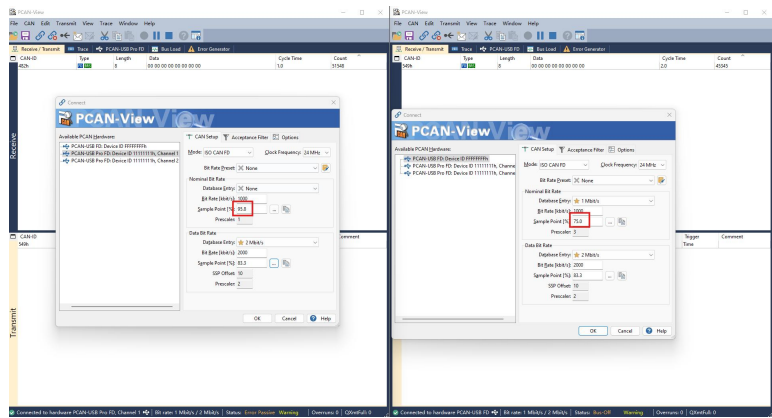

图 3
3. 还有一个参数容易忽略配置，从而发生错误的地方，就是 Sample Point，当两个设备选取了不恰当的 Sample Point 时，很可能会导致错误，如图 3 所示，两个设备的 Sample Point 分别选取了 95.8%、75.0%，从而导致了传输错误，一般来说，两个设备的 Sample Point 要选取一致，而且并不是每组 Sample Point 都可以通信，所以在通信有错误时，可以多试几组。